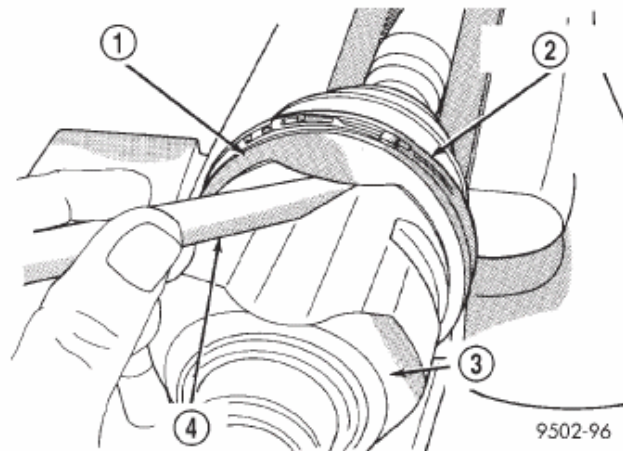

Fig. 36 Varilla tapizada insertada para ventear la articulación de tipo Tripod
(9) Inserte una varilla tapizada entre la articulación de tipo Tripod y la funda fuele sellante para ventear el conjunto de la articulación de tipo Tripod interna (Fig. 36). **Al insertar la varilla tapizada entre el alojamiento de la articulación de tipo**